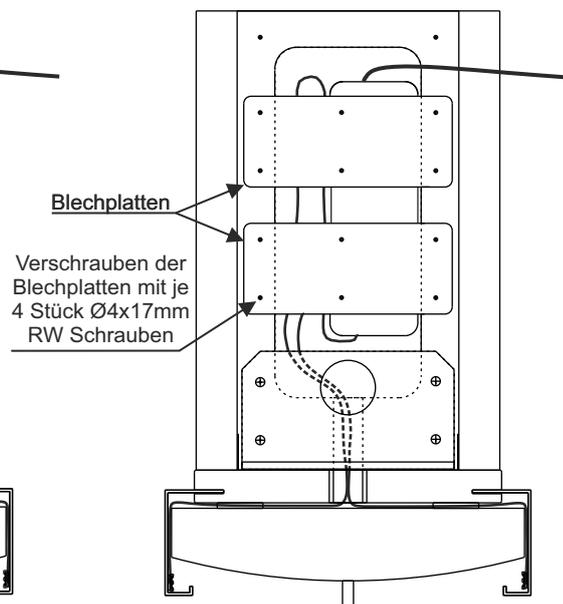

Abb. 6
9. Zur dauerhaften Fixierung der Teile schrauben Sie zwei Blechplatten in die hierfür vorgesehenen Ausfräsungen. Verwenden Sie hierfür  $\text{\O}4 \times 17$  RW-Schrauben. (Abb. 6)